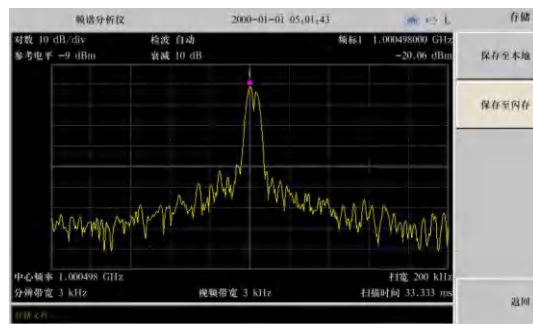

图 4-2 3kHz分辨带宽
- 按[分辨率带宽 自动 手动]键，设置分辨带宽为手动，输入3kHz；可以看到屏幕上峰值信号变平坦了，说明可能存在两个信号；如图4-2所示：